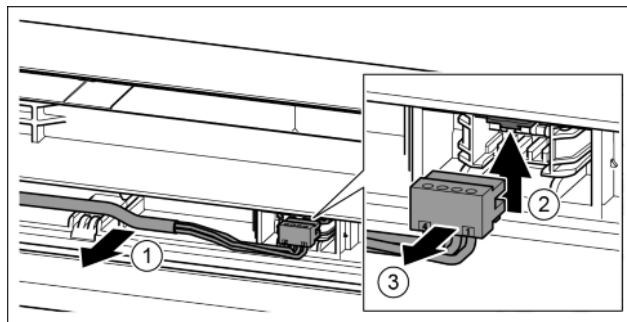

Fig. 20
- ▶ Осторожно высвободить серый кабель из направляющей в двери. *Fig. 20 (1)*
- ▶ Отжать соединительную накладку вверх. *Fig. 20 (2)*
- ▶ Осторожно извлечь штекер. *Fig. 20 (3)*